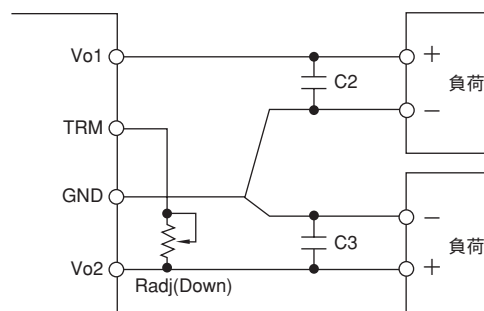

図3-5 可変抵抗接続（トリムダウン）
b) Vo2端子間に接続することにより低く設定することができます。図3-5参照